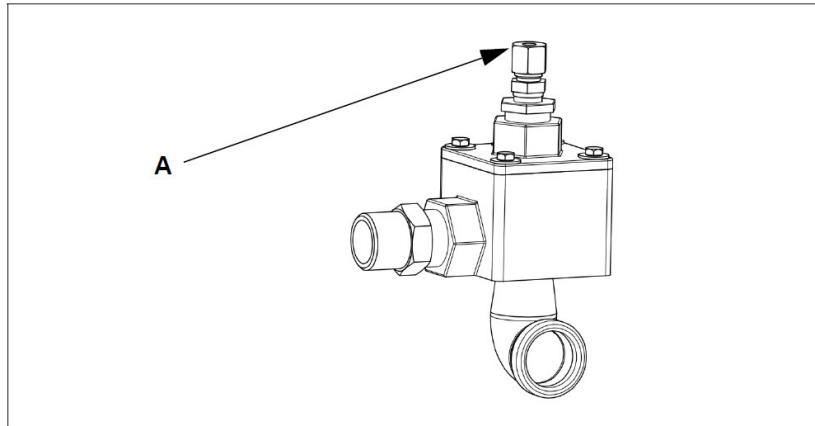

Рис. 6:
- Вкрутите линию управления в порт управления (А, рис. 6) разгрузочного клапана.